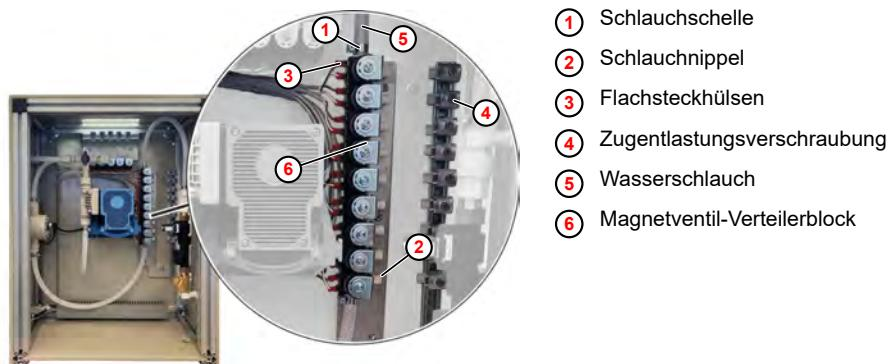

Abb. 13: Magnetventil-Verteilerblock abklemmen
- 15.** ➔ Zusätzliche Zugentlastungsverschraubungen ( Abb. 13 , 4 ) auf der Befestigungsschiene montieren.